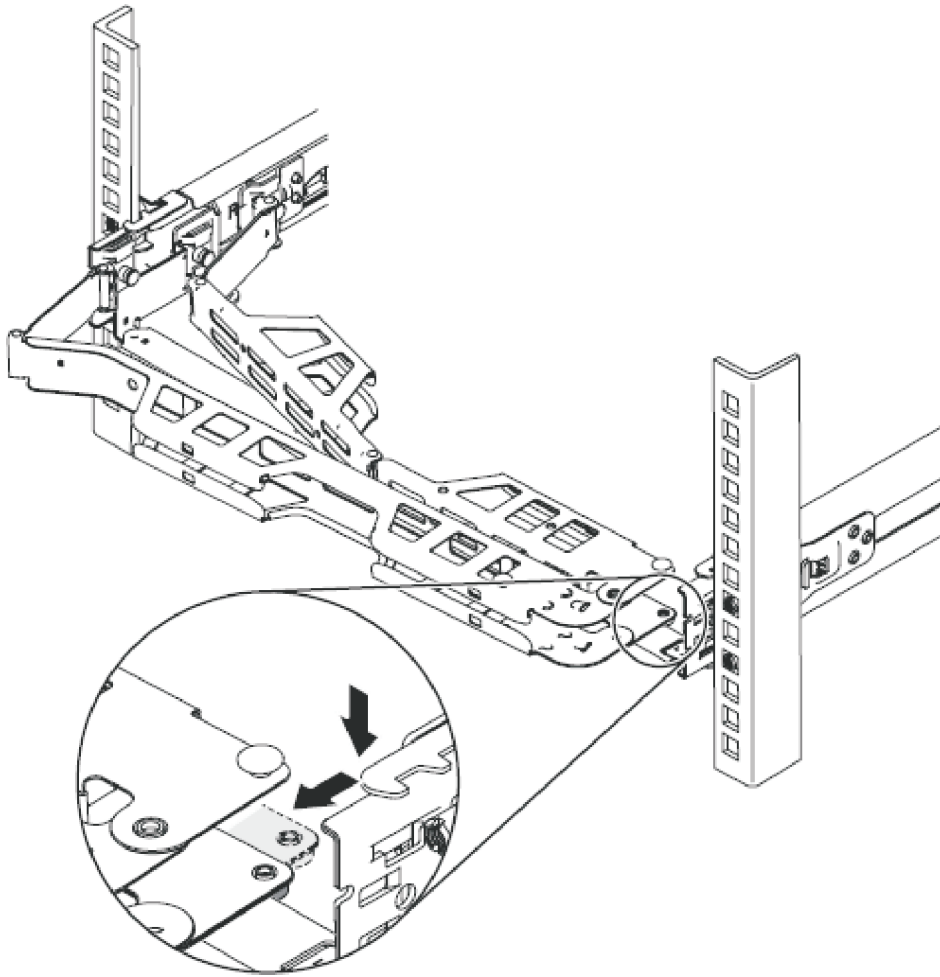

Figura 28. Ajustando o local do suporte para organização de cabos
3. Ajuste o local do suporte para organização de cabos, conforme mostrado na Figura 28 na página 34.